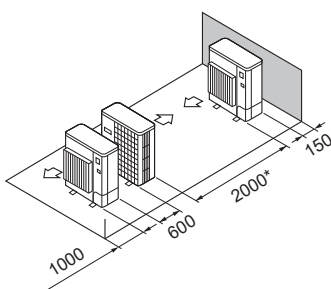

Abb. 2-17
- (5) Einzelanlagen in paralleler Anordnung (Abb. 2-17)